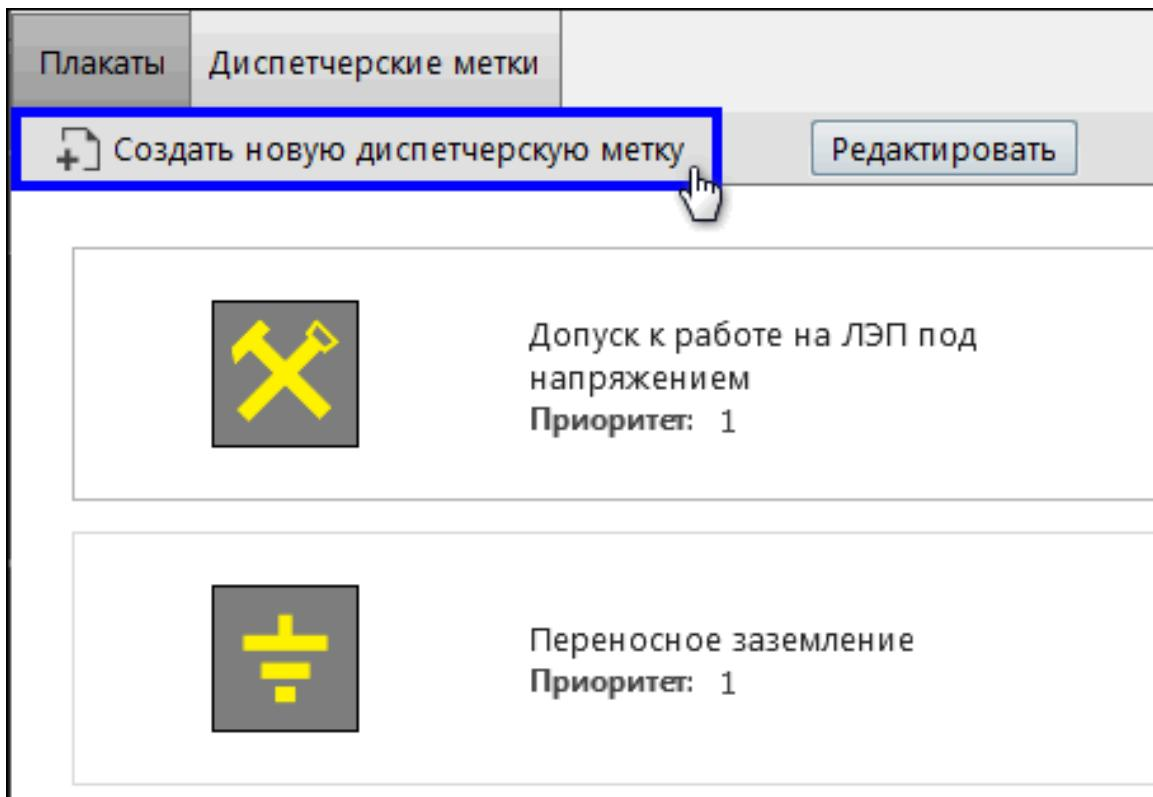

Рисунок 126 - Создать диспетчерскую метку
- Нажмите **Создать новую диспетчерскую метку** (Рисунок 126).